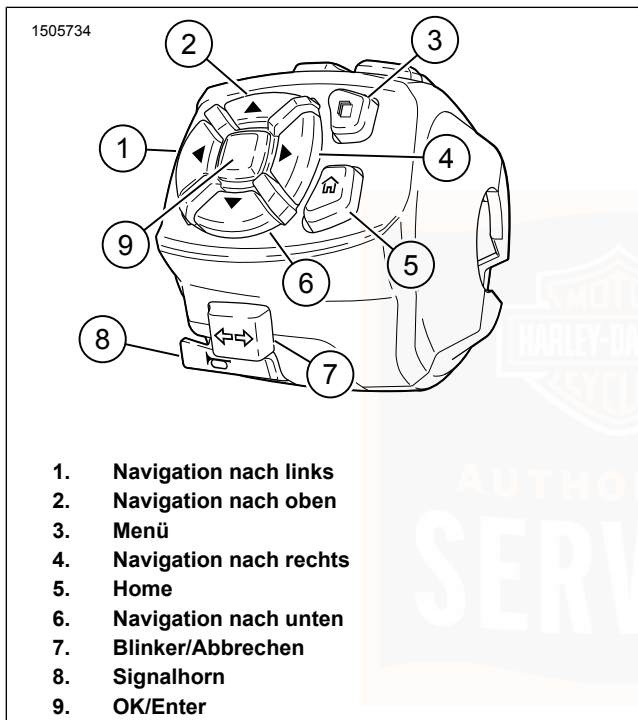
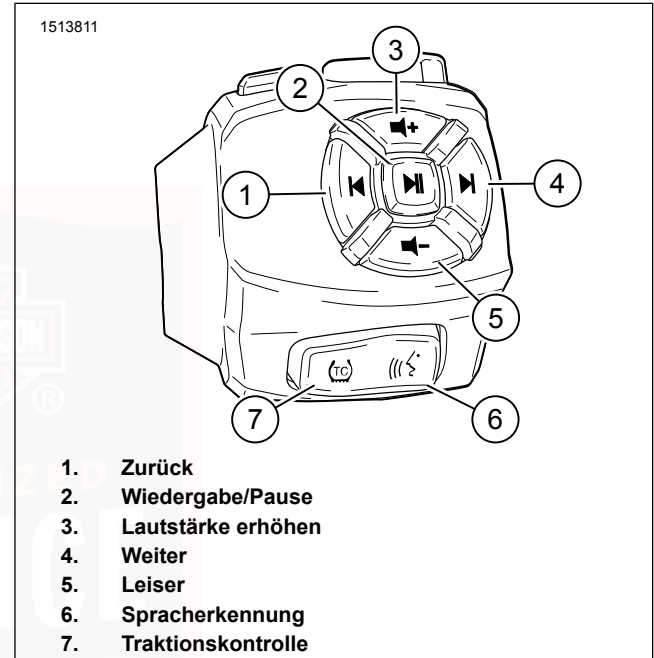

Abbildung 34. LHCM – unten
Abbildung 36. RHCM – unten
Siehe Abbildung 34. Durch Drücken der Home-Taste (5) wird das IM wieder zum Tacho-/Kilometerzähler-Bildschirm zurückgestellt.
Siehe Abbildung 34. Die Menütaste (3) drücken, um auf die IM -Menüauswahl zuzugreifen. Siehe Infotainment (Seite 100).
Siehe Abbildung 34. Die linke Navigationstaste (1) drücken, um am IM nach links zu scrollen.
Siehe Abbildung 34. Die obere Navigationstaste (2) drücken, um am IM nach oben zu scrollen.
Siehe Abbildung 34. Die rechte Navigationstaste (4) drücken, um am IM nach rechts zu scrollen.
Siehe Abbildung 34. Die untere Navigationstaste (6) drücken, um am IM nach unten zu scrollen.
- **Linker Blinker:** Siehe Abbildung 34. Den Blinkerschalter (7) nach links drücken, um den linken Blinker zu aktivieren.
- **Rechter Blinker:** Siehe Abbildung 34. Den Blinkerschalter (7) nach rechts drücken, um den rechten Blinker zu aktivieren.
- **Abbruch:** Siehe Abbildung 34. Den Blinkerschalter (7) gerade hereindrücken, um die Blinkersignale manuell zu stoppen.
Siehe Abbildung 34. Das Signalhorn wird über die Signalhorntaste (8) betätigt. Das Signalhorn kann bis zu 10 s lang ertönen. Wenn die Signalhorntaste länger gedrückt wird, schaltet das Signalhorn automatisch ab.
Siehe Abbildung 34. Die Taste OK/Enter (9) drücken, um einen Bereich im IM zu bestätigen oder einzugeben.
Siehe Abbildung 36. Die „Zurück“-Taste (1) drücken, um die vorherige Mediendatei auszuwählen.
Siehe Abbildung 36. Die „Weiter“-Taste (4) drücken, um die nächste Mediendatei auszuwählen.
Siehe Abbildung 36. Die „Wiedergabe/Pause“-Taste (2) drücken, um die aktuelle Mediendatei wiederzugeben oder anzuhalten.
Siehe Abbildung 36. Die „Lautstärke erhöhen“-Taste (3) drücken, um die Lautstärke zu erhöhen.
Siehe Abbildung 36. Die „Lautstärke verringern“-Taste (5) drücken, um die Lautstärke zu verringern.
Siehe Abbildung 36. Die Spracherkennungstaste (6) aktiviert die Spracherkennungsfunktionen an einem angeschlossenen Mobilgerät.
Siehe Abbildung 36. Die Traktionskontrolltaste (7) aktiviert und deaktiviert das Traktionskontrollsystem.
Siehe Abbildung 34 > und Abbildung 36 >.
Siehe Abbildung 36. Die Spracherkennung kann verwendet werden, um einen Anruf über IM vorzunehmen.
Siehe Abbildung 36. Der Spracherkennungsschalter (6) aktiviert Spracherkennungsfunktionen auf einem angeschlossenen Gerät (sofern unterstützt). Bei angeschlossenen Headset den Spracherkennungsschalter drücken. Sprechen Sie den gewünschten Befehl in das Mikrofon der Sprechgarnitur.